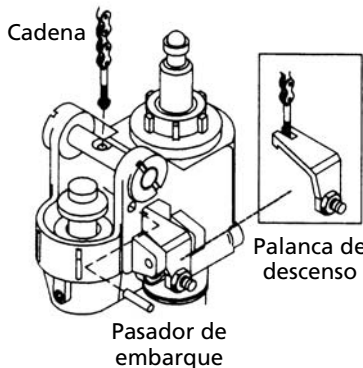

Figura 5 – Palanca de descenso
- Alimente la cadena (incluida en la unidad de manubrio) a través del agujero del eje. Acople la cadena a la palanca de descenso (vea la Figura 5).